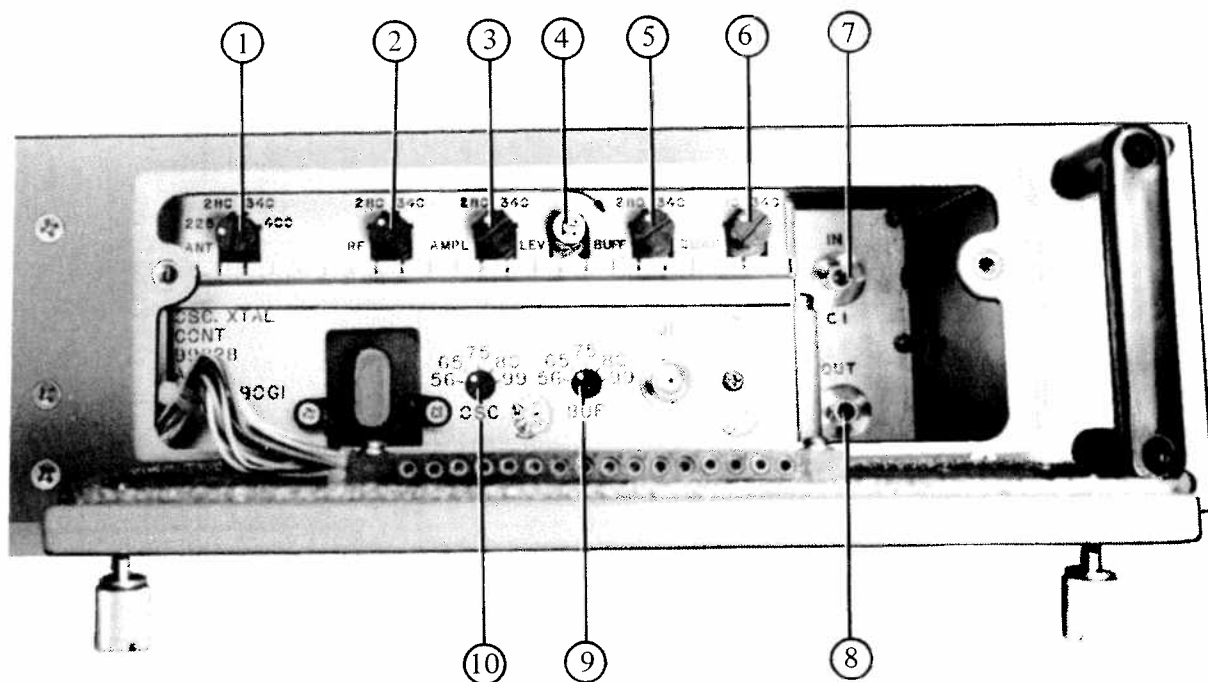

Bild 53
8.5.2.2 Ställ in kristallens ungefärliga frekvens på oscilatornheten med kondensatorerna OSC (10) och BUF (9). Se bild 53. Ställ in de fem svarta trimkondensatorerna QUAD (6), BUFF (5), AMPL (3), RF (2) och ANT (1), på enheten MIXER/MULTIPLIER, på ungefärlig bärvågsfrekvens. Kristallfrekvensen F_X beräknas enligt följande: